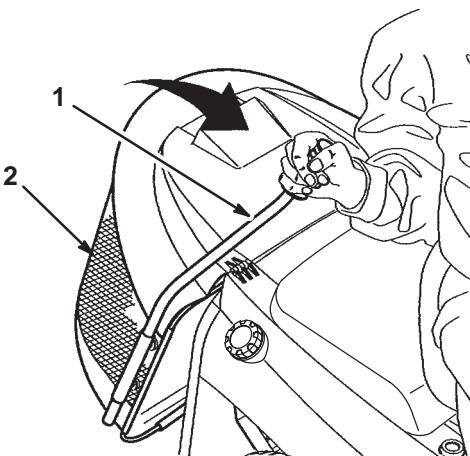

Bild 11
2. Ziehen Sie die Kollektorstange nach vorne, um den Grasfangkorb zu kippen (Bild 11).